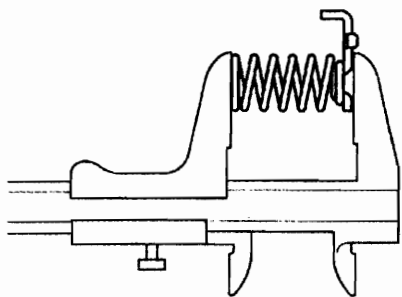
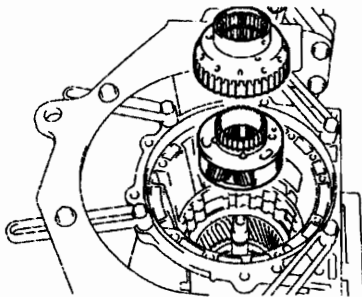

图 12-1-29
图 12-1-30
(38) 检查 3 号制动活塞回位弹簧分总成。如图 12-1-29 所示, 用游标卡尺测量弹簧 (连同弹簧座) 的自由长度, 标准自由长度为 15.72mm。
(39) 拆下前行星齿轮总成。
①如图 12-1-30 所示, 从变速器壳上拆下前行星齿轮总成和单向离合器内圈。